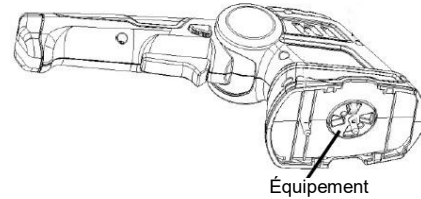

Fig. 10
2. Une fois la lame retirée, vous pourrez voir les roues dentées du réducteur (Fig. 10). Assurez-vous qu'aucune saleté ne pénètre dans le réducteur lors du changement de lame. Pour assembler, procédez dans l'ordre inverse.